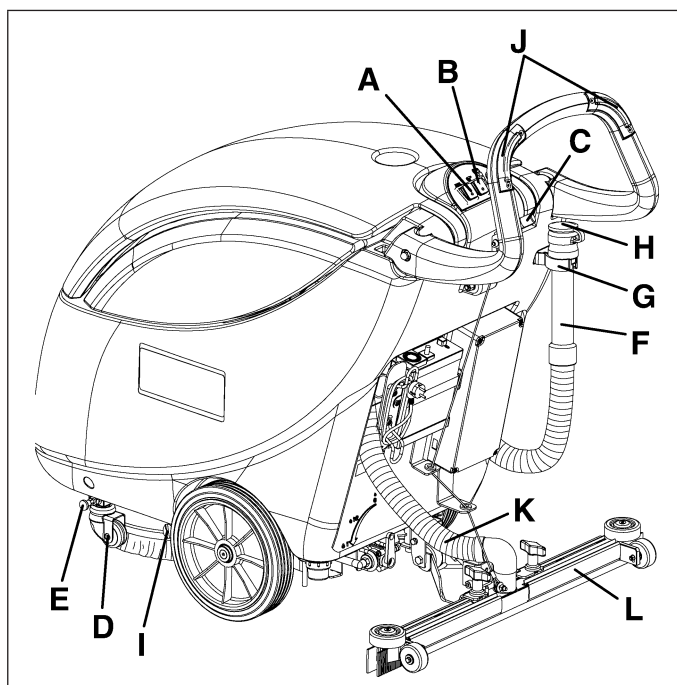

Figure 21
1. Parar la máquina posicionando los interruptores cepillo y aspiración (A y B, Fig. 21) en posición "0".
2. Levantar la boquilla mediante la palanca (C, Fig. 21).
4. Mediante el manillar, levantar el cepillo/filtro y insertar el dispositivo de estacionamiento (D, Fig. 21) de la máquina después de haber insertado la clavija (E).
5. Desenganchar el tubo de descarga del agua de recuperación (F, Fig. 21) del soporte (G), abrir la tapa (H), luego bajar el tubo (F) y vaciar el depósito del agua de recuperación. En caso de trabajo acabado, enjuagar el depósito con agua limpia.
7. Vaciar el depósito de la solución detergente abriendo la válvula de descarga (I, Fig. 21). En caso de trabajo acabado, enjuagar el depósito con agua limpia.
- posicionar el interruptor del cepillo (A, Fig. 21) en posición "I"
- con el cepillo/portafiltro en posición de levantamiento, pulsar por unos segundos uno o ambos los interruptores (J, Fig. 21), luego soltarlos: esta operación causa el desenganche del cepillo/portafiltro.